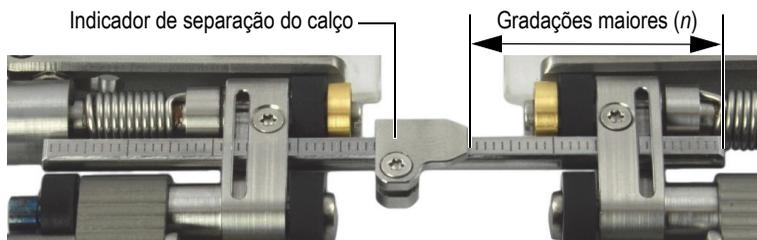

Figura 2-25 Posicione o indicador de separação de calço
3. Deslize o(s) indicador(es) na(s) barra(s) transversal(is) de modo que o lado direito do(s) indicador(es) fique(m) alinhado(s) com a maior gradação exigida (n^{a}) da extremidade direita da(s) barra(s) transversal(is) [veja Figura 2-25 na página 54].